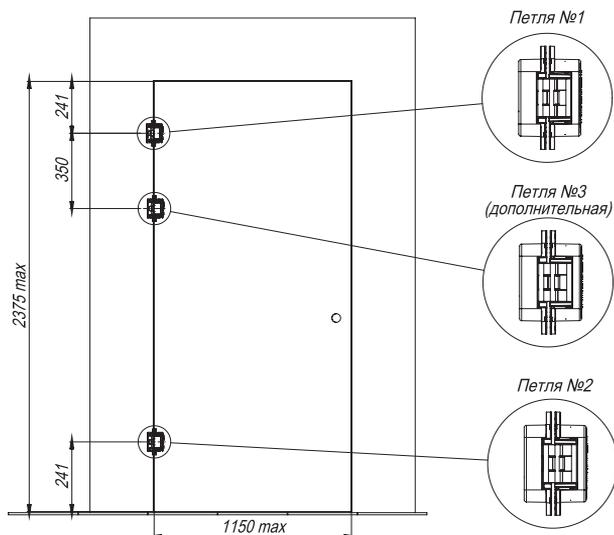
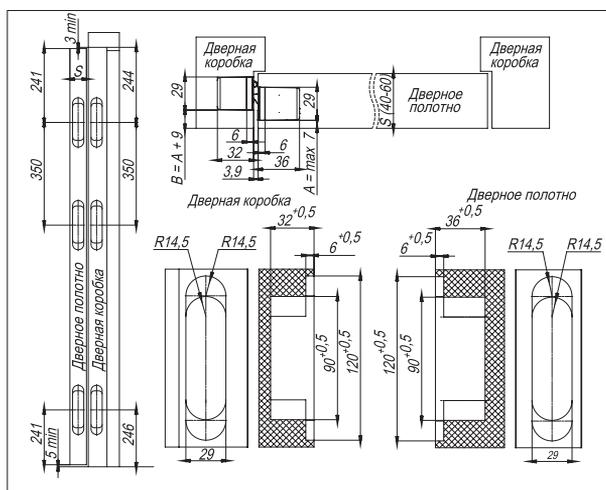

Рисунок 1 – Расположение петель.
Рисунок 3 — Размеры пазов под петли.
1. Определить количество устанавливаемых петель исходя из массы дверного полотна и наличия доводчика и/или дверного упора. Отфрезеровать установочные пазы под петли в дверном полотне и в дверной коробке (см. рис.1, рис.3).